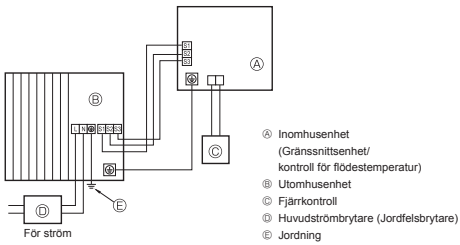
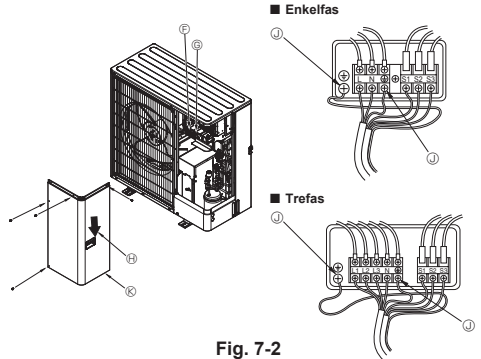

Fig. 7-1
Fig. 7-2
7.1. Utomhusenhet (Fig. 7-1, Fig. 7-2)
- ① Ta bort servicepanelen.
- ② Hänvisa till Fig. 7-1 och Fig. 7-2 när kablarna dras.